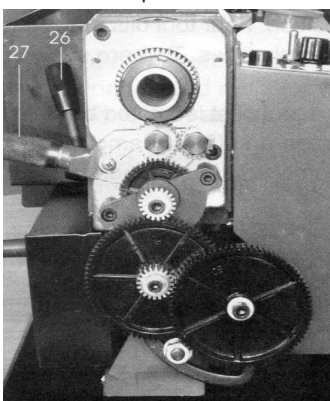

Рис. 1
Зубчатый механизм, показанный на Рис. 1, передаёт вращение винту подачи. Винт подачи работает, как червяк, и во время эксплуатации рукоятки автоподачи (15), которая крепится гайкой к винту подачи, передаёт вращение суппорту, а затем режущему инструменту. Таким образом, подача передаётся для нарезания резьбы и обточки. Частота вращения винта подачи и скорость режущего инструмента определяется конфигурацией коробки передач. Подробно Вы можете прочитать об этом в разделе «Резьбонарезание».